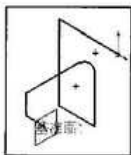

图 2-71 建立基准面
(9) 按住<Ctrl>键, 选取直线的终点与最后绘制的一条线段, 单击参考几何体工具栏中的  (基准面) 工具, 绘制出基准面 1, 如图 2-71 所示。